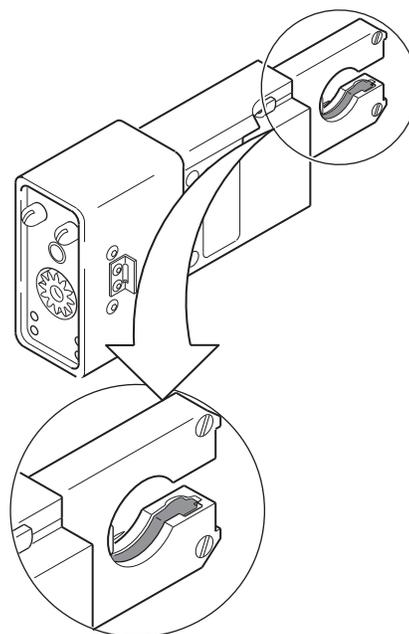

図 26: ウェルド・ヘッドの露出面の検査
1. マイクロ・ウェルド・ヘッドが汚れていないか検査します。特にローター部分を注意してご確認ください（図 26）。
1. 清潔な柔らかい布およびアルコールなどの溶剤を使用して、ウェルド・ヘッドの汚れ、カーボン、付着物を取り除きます（図 26）。